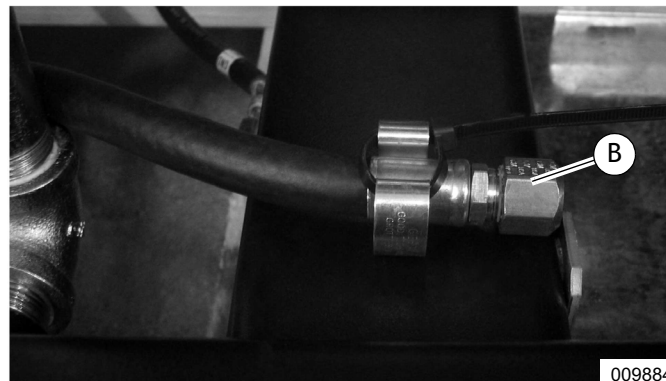

Рисунок 5-9. Удерживающая скоба маслосливного шланга
1. См. Рисунок 5-9. Снимите маслосливной шланг с удерживающей скобы (B).